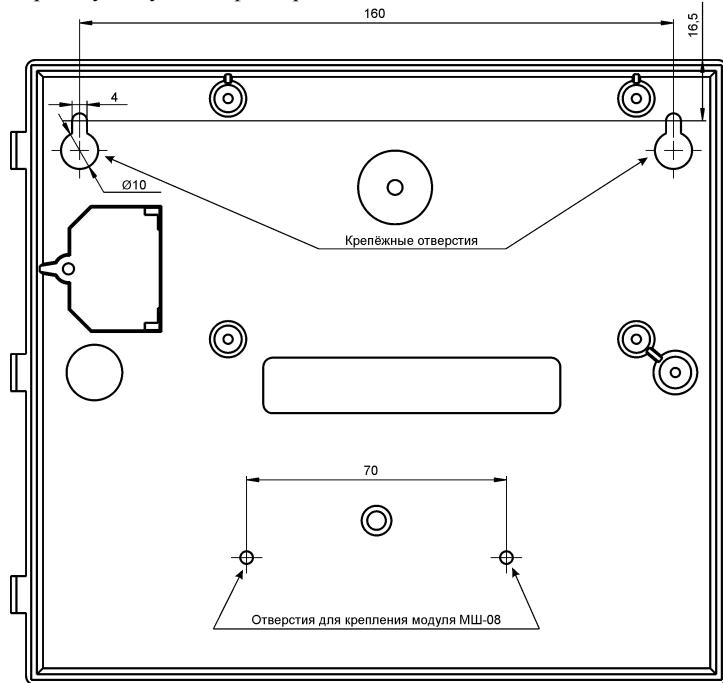
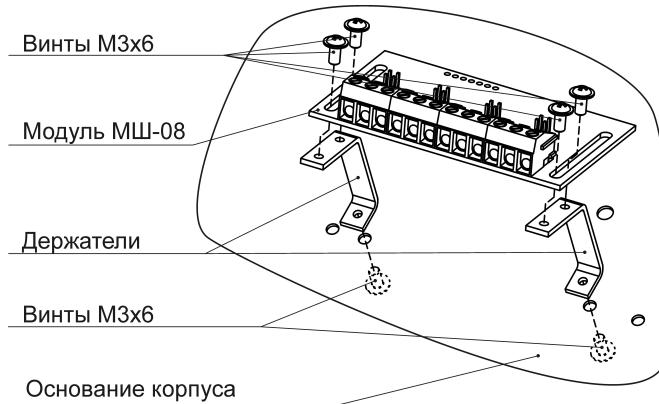

Рисунок 3 - Установочный чертёж корпуса (вид изнутри)
Рисунок 4 - Установка модуля МШ-08
- Просверлить в стене два отверстия. В отверстия вкрутить шурупы и подвесить на них модуль. Установку модуля на стену производить, ориентируясь по чертежу корпуса - Рисунок 3.
- установите держатели модуля МШ-08 на основании корпуса модуля МУН-02 (см. Рисунок 3) и закрепите их винтами (держатели и винты из комплекта ЗИП модуля МШ-08) – см. Рисунок 4;
- закрепите модуль МШ-08 при помощи винтов к держателям – см. Рисунок 4;